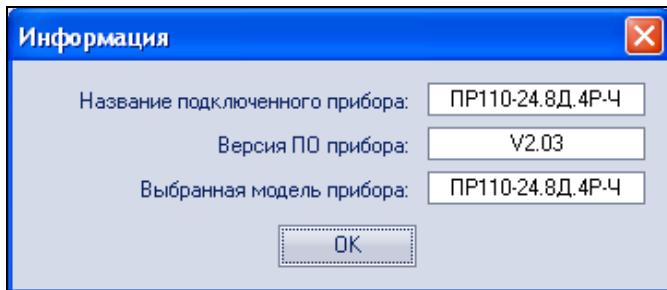

Рисунок 3.13 – Экранная форма с информацией о ПР
10) информация о подключенном типе ПР и версии программного обеспечения может быть получена при помощи кнопки на панели инструментов (рисунок 3.13), рисунок 3.13;